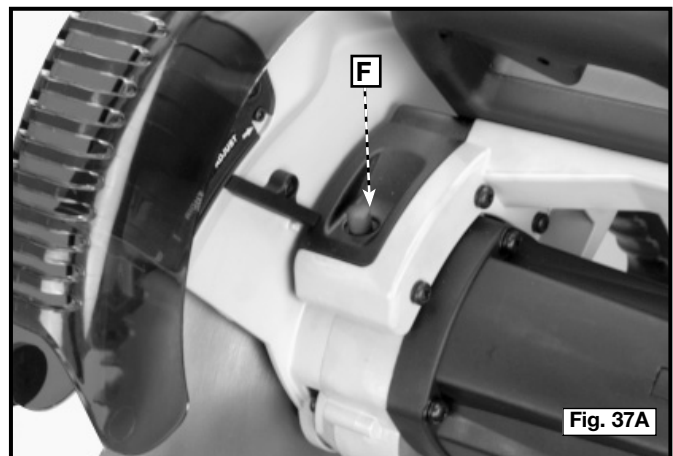

Fig. 37A
4. Oprima el botón de bloqueo del eje (F), Fig. 37A, mientras gira cuidadosamente la hoja de la sierra a mano hasta que se trabee.
5. Sin soltar el botón, utilice la llave proporcionada para aflojar el tornillo de la hoja (D). (Gire en sentido de las agujas del reloj, roscas de mano izquierda)
6. Retire el tornillo de la hoja (D), la arandela de abrazadera externa (E) y la hoja. Puede dejar el adaptador de hoja de 25,4 mm (1"), si se utiliza, y la arandela de abrazadera interior en el eje.
4. Instale el tornillo de la hoja y, luego de trabar del eje (F), Fig. 37A, ajuste el tornillo firmemente con la llave provista. (Gire en sentido contrario a las agujas del reloj, roscas de mano izquierda).